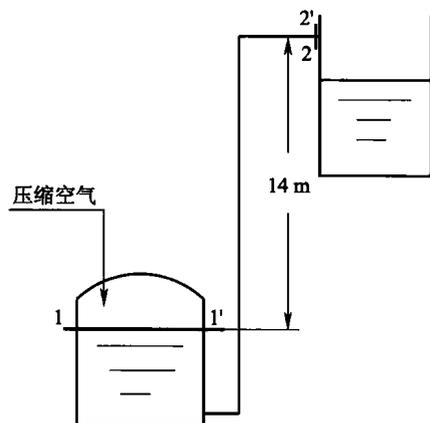

图 1-2
5. 如图 1-2 所示, 用压缩空气将密闭贮槽中密度为  $1\,840 \text{ kg/m}^3$  的硫酸送至敞口高位槽, 输送量为  $9 \text{ m}^3/\text{h}$ 。输送管道采用  $\phi 60 \text{ mm} \times 3.5 \text{ mm}$  的无缝钢管, 管路的总能量损失为  $1.6 \text{ m}$  液柱 (不包括出口损失), 密闭贮槽中的液面与压出管口的垂直距离为  $14 \text{ m}$ , 且在输送过程中保持恒定。试求密闭贮槽中应保持多大的压力?